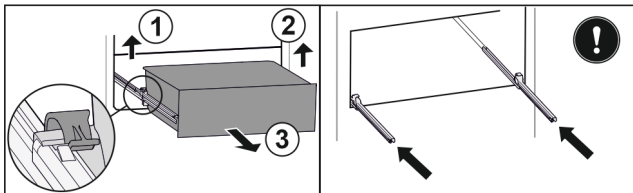

Fig. 88
- ▶ Linke Klemme anheben und gleichzeitig Schubfach links nach vorne ziehen. Fig. 88 (1)
- ▶ Rechte Klemme anheben und gleichzeitig Schubfach rechts nach vorne ziehen. Fig. 88 (2)
- ▶ Schubfach nach vorne entnehmen. Fig. 88 (3)